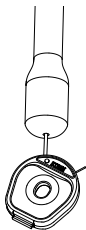
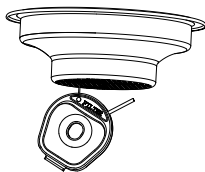

Fig. 9: Rengöring av ångröret (6) med det tjockare stiftet
Fig. 10: Rengöring av filtren (13, 14) med det smalare stiftet
Rengöringsstiftet (17) används för att rengöra ångrör och filter. Det tjockare stiftet används till att rengöra ångröret (Fig. 9) och det smalare används till filter (Fig.10).